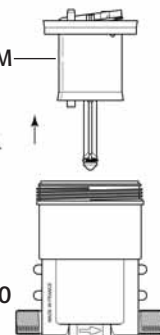

Fig. 20
- Sortir l'ensemble piston moteur (Fig. 20-M) en tirant vers le haut.